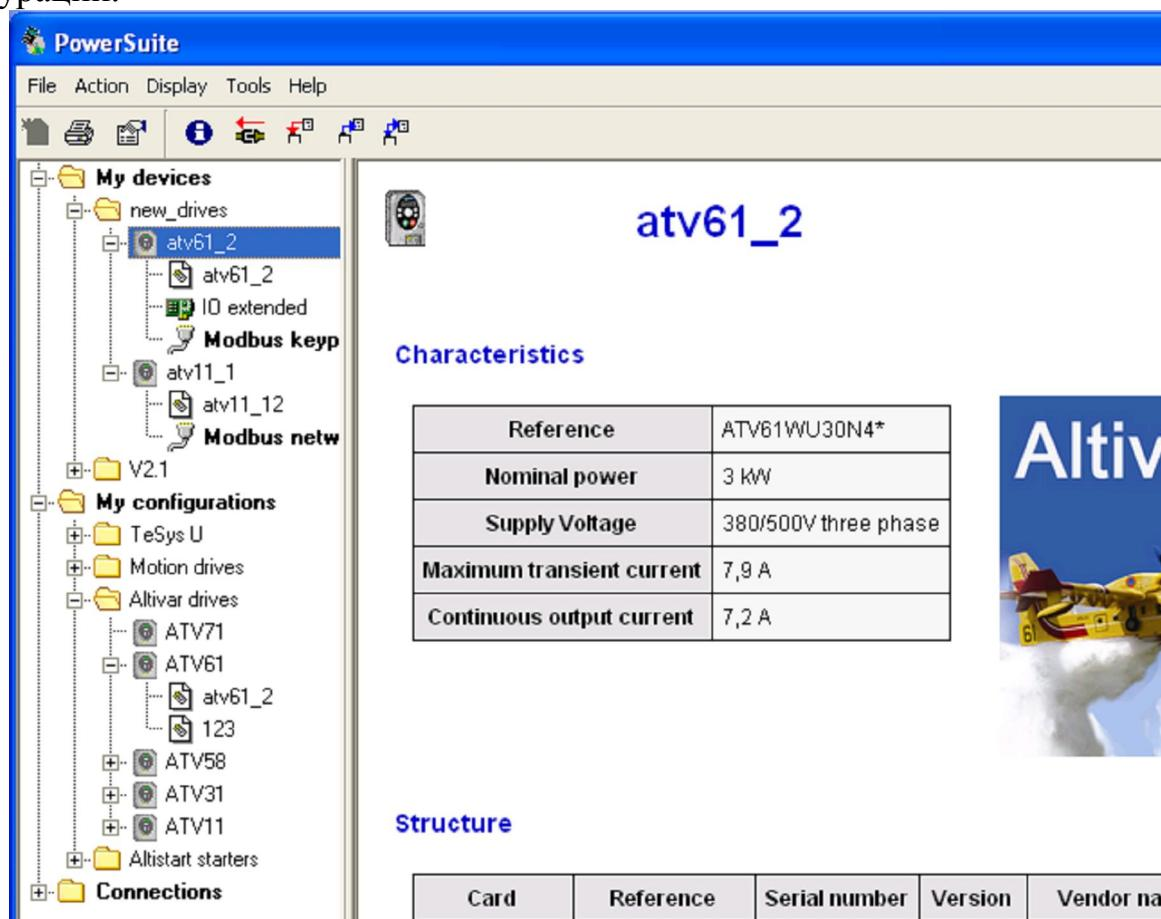

Рис. 1.1 Главное окно *PowerSuite*
После загрузки *PowerSuite* открывается ее главное окно (рис. 1.1). С его помощью осуществляются:
- в левой (навигационной) расположено дерево папок (первоначально это *My Devices*, *My Configurations*, *Connections*) с виртуальными устройствами (рис. 1.2а), которым соответствуют конфигурации параметров (рис. 1.2б, в, г) и карты расширения (как для устройства atv61\_2 на рис. 1.1);